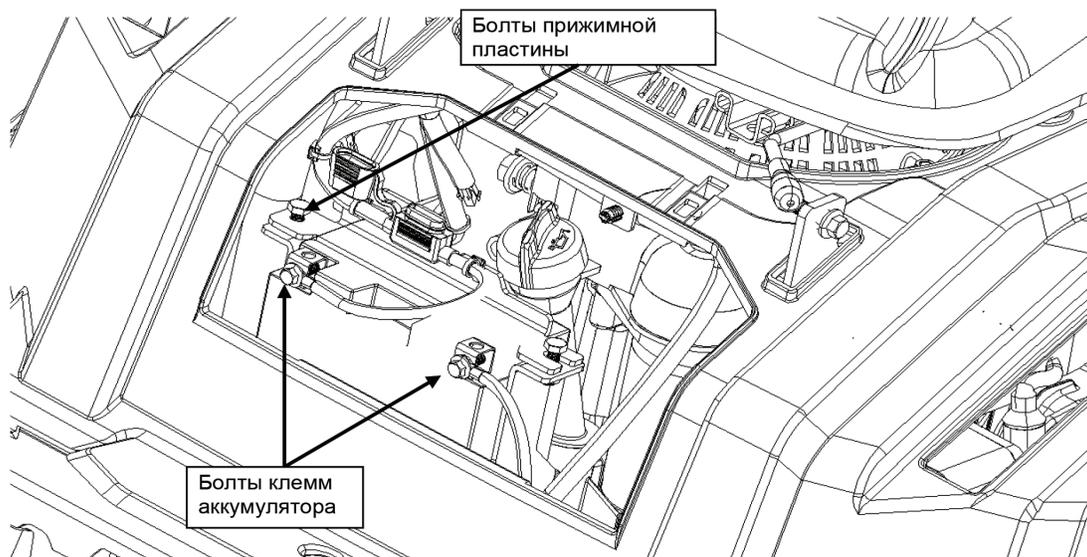

Рис. 16
4. Выверните 2 болта крепления клемм аккумулятора, а затем извлеките аккумулятор (рис. 16).